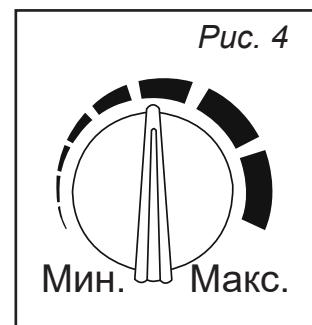

Рис. 4
5.1 РЕГУЛИРОВКА ВРЕМЕНИ ЗАДЕРЖКИ (рис. 4)
5.2 РЕГУЛИРОВКА ЧУВСТВИТЕЛЬНОСТИ (рис. 4)